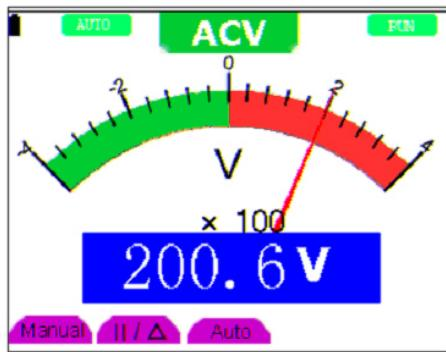

Figura 39: Medida de voltaje en Corriente Alterna.
4. Conecte el otro extremo de los cables rojo y negro al punto que desea medir. El voltaje de CA entre los puntos medidos se mostrará en pantalla. (Ver Figura 39).